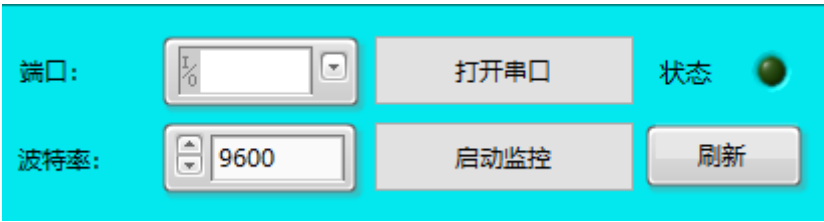

图 6 连接串口
1. 打开主界面后（见图 5），软件会自动搜索现有的所有串口，点击端口下拉按钮，选择已连接的串口，选择波特率，点击打开串口和启动监控（见图 6），上位机会实时读取系统的信息。